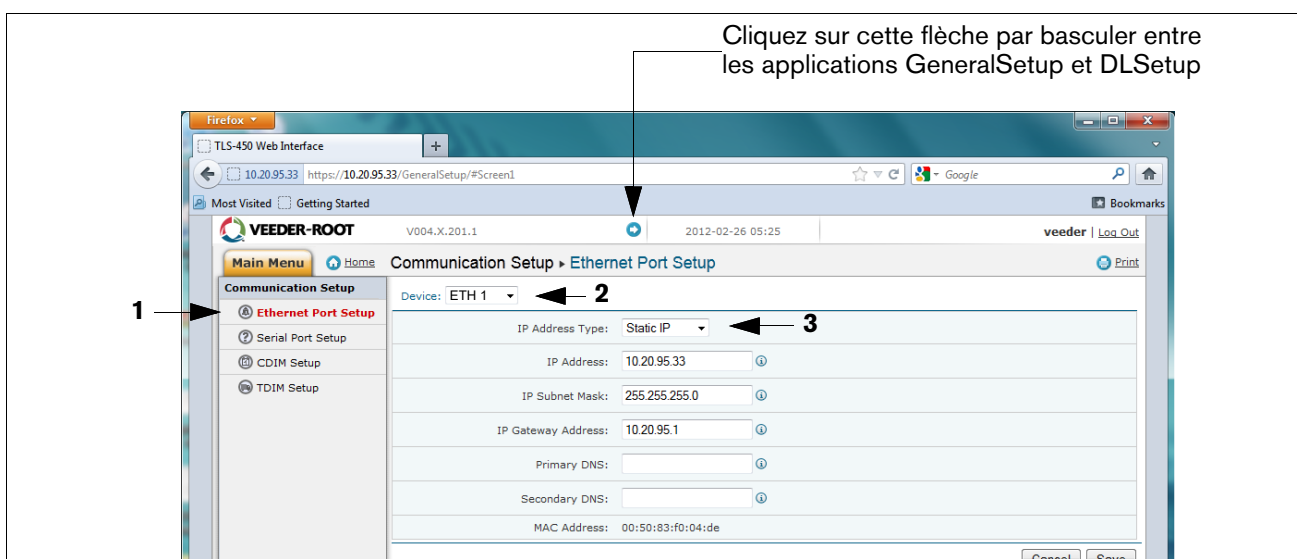

Figure B-4. Configuration port Ethernet
REMARQUE : l'enregistreur de données exécute deux applications simultanément ; l'une programme les protocoles de communication généraux (GeneralSetup), et l'autre programme la manière dont l'enregistreur de données recueille ses informations (DLSetup). La flèche bleu en haut au centre de l'écran permet de passer d'un programme à l'autre (voir Figure B-4). Après avoir entré les sélections/modifications dans les champs d'une page, cliquez sur le bouton Enregistrer pour sauvegarder vos données, ou sur Annuler pour les effacer. Les écrans de programmation utilisés pour configurer l'enregistreur de données sont indiqués dans le Tableau B-2.
7. Sur la page « Réglage des communications » (voir Figure B-4), cliquez sur « Réglage des ports Ethernet » (1) et sélectionnez le type d'appareil « ETH 1 » (2) depuis le menu déroulant. Dans le champ Type d'adresse IP (3) :
Si le site utilise une adresse IP statique, sélectionnez « IP statique », puis entrez l'adresse IP attribuée par votre administrateur réseau. Cliquez ensuite sur le bouton « Enregistrer » pour conserver ces paramètres (voir l'exemple à la Figure B-4).